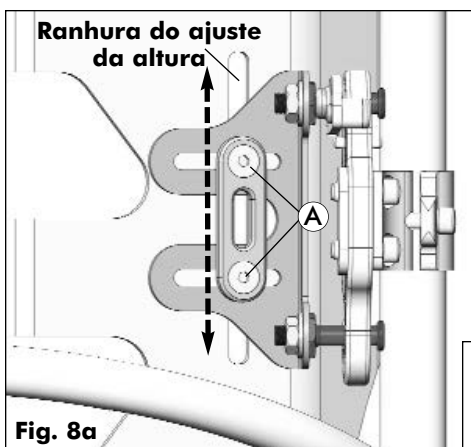
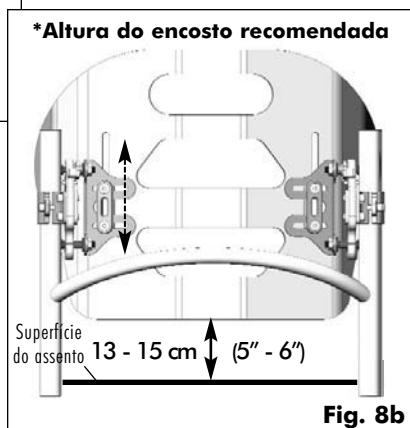

Fig. 8a
Fig. 8b
- Ajuste da altura MX2:** a altura do encosto MX2 pode ser ajustada conforme necessário, através do canal ranhurado na estrutura do encosto MX2 (consulte Fig. 8a). A altura do encosto recomendada\* é cerca de 13 - 15 cm (5" - 6") a partir do topo da superfície do assento (almofada do assento ou painel do assento; consulte a Fig. 8b).
- Num dos lados, desaperte ligeiramente as ferragens do suporte de montagem (A) e faça deslizar a estrutura do encosto MX2 para cima/para baixo até a altura pretendida do encosto ser atingida. **NOTA:** o intervalo de ajuste da altura do encosto MX2 varia consoante a altura (comprimento da ranhura) na estrutura do encosto MX2. Consulte a Tabela 1.0: